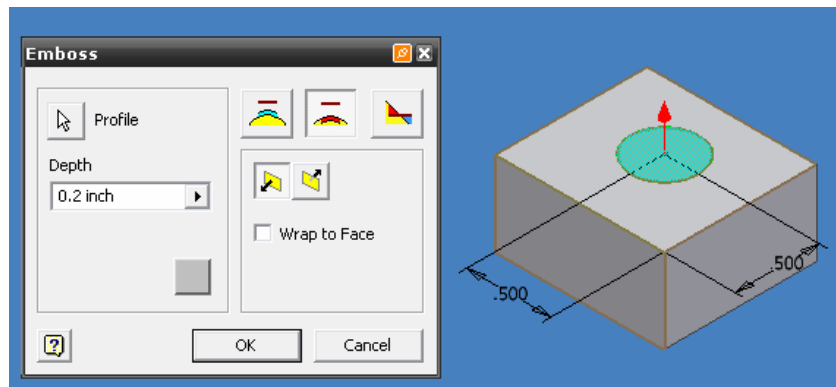

Figura 3.74 Vista previa de ENGRAVE FROM FACE.
- Seleccione el círculo como el boceto a ejecutar acción, figura 3.74.